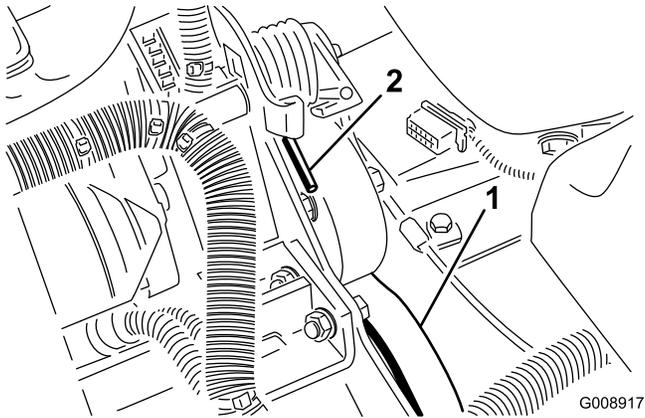

Figure 73
- Appuyez sur l'extrémité du ressort (Figure 73) et poussez-la vers l'avant pour décrocher le ressort du support et le détendre.